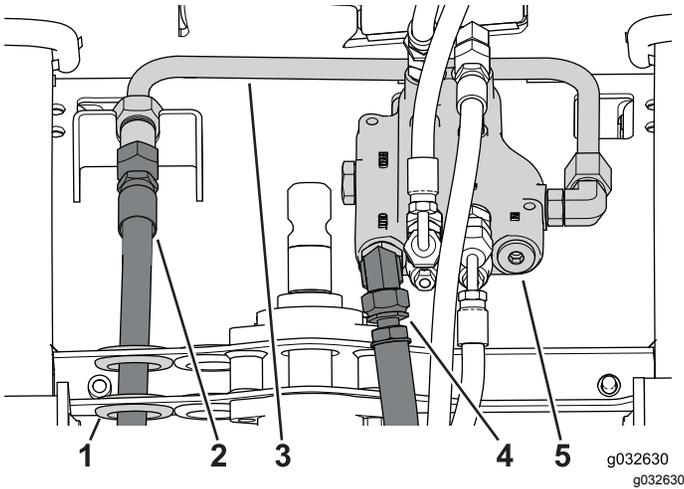

Figura 106
- Mettete una bacinella di spurgo idonea sotto la valvola di regolazione (Figura 106).
- Scollegate il flessibile di mandata dal connettore del tubo ed estraetelo attraverso il foro passante (Figura 106).
- Scollegate il flessibile di ritorno dalla valvola di regolazione (Figura 106).